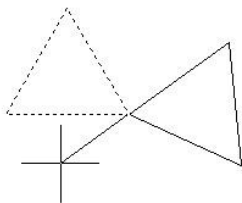

图 2-55 旋转图形
(4) 常用的图形编辑命令(二)(针对工作任务 2.3~2.4)。
①旋转。将选中的图形对象绕指定基点按指定角度或参照一对象进行旋转, 如图 2-55 所示。